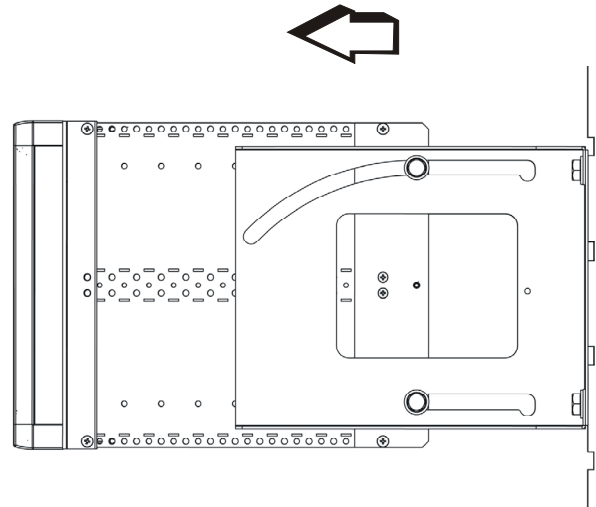

Fig. 7.-
2.- Tire suavemente hacia usted hasta que el tornillo inferior llegue al final del recorrido. (Fig. 7)
2.- Pull gently the subrack until the lower screw arrives to the end. (Fig. 7)
2.- Tirez délicatement vers vous jusqu'à ce que la vis inférieure arrière à le fin de son parcours. (Fig. 7)